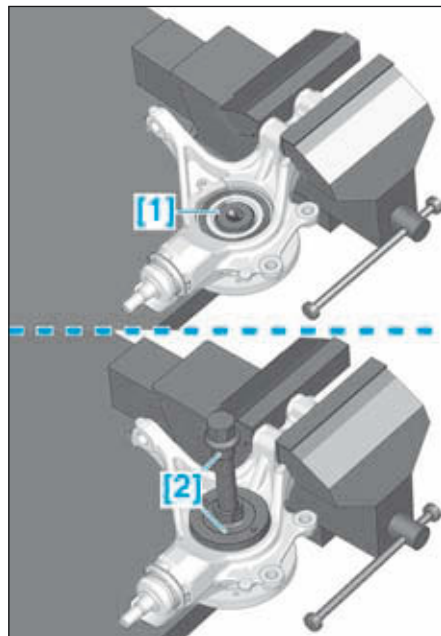

FIG.29
- Mettre en place les outils [1] et [2] (Fig.29).